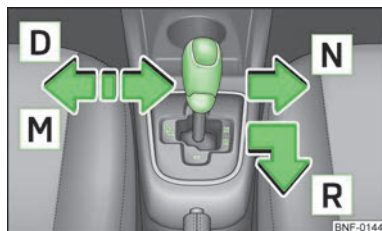

Fig. 74
- Presionar hacia la izquierda la palanca en posición de suspensión en el sentido de la flecha » fig. 74 de la página 71 y aplicar la posición **D**.
- Poner la palanca selectora hacia la derecha » fig. 74 de la página 71 en la posición **N**.